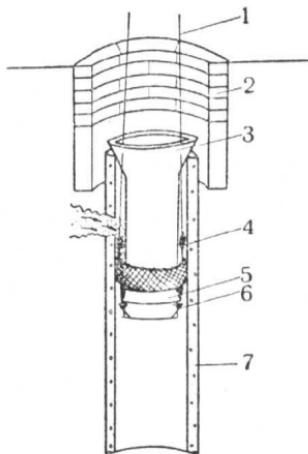

图 6 修补“母子”井
1. 铁皮套管：用废水车筒子和白铁皮咬扣卷成。可根据井型和破坏位置的不同，卷成同径、变径和喇叭口三种形状，分别用于修补小口径同径管、变径管和“子母”井管套接部位的破洞（如图6）。